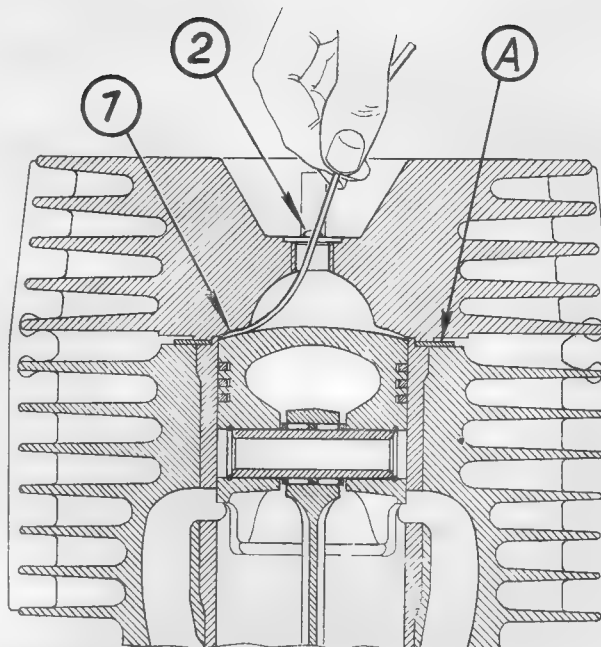

Bild 268. Ausmessen des Spaltmaßes
Das Spaltmaß (1) ist auf $0,9 \dots 1,2 \text{ mm}$ festgelegt. Das Bild 268 zeigt die Meßmethode. Ein Bleidraht, am besten eignet sich dafür handelsüblicher Lötdraht von 2 mm Dicke, wird durch die Zündkerzenbohrung in den Brennraum eingeschoben. Der über den oberen Totpunkt hinweggedrehte Kolben drückt den Bleidraht platt. Ein Meßschieber oder eine Meßschraube stellt nach dem Herausziehen des Bleidrahtes das vorhandene Spaltmaß fest.